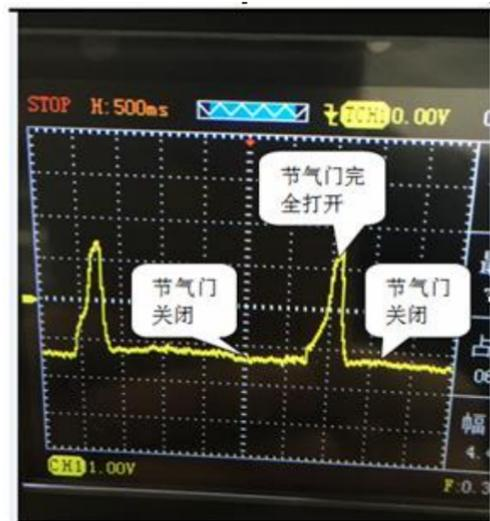

图 8 节气门位置传感器
- ①同曲轴、凸轮轴位置传感器步骤 1
- ②进入主菜单界面后选择“传感器”，然后进入子菜单按上下键选中“节气门位置传感器”，按“OK”键确认后进入示波器操作界面
- ③将探头接到示波器 CH1 且探头调置 1X 档，然后接地夹接到信号地或搭铁
- ④由于示波器“节气门位置传感器”功能已默认好设置（探头档 1X，时基档 500ms）只需将探头接到对应的信号即可直观的显示波形，如图 8（注：由于处于“SCAN”扫描模式需要耐心等待波形扫描出来）
- ⑤按下“CH1”，可以查看各项数值和配置（配置已默认）
- ⑥显示的波形可以自行通过调节时基、垂直伏/格和触发方式实现自己的需求（时基、垂直伏/格和其他的具体操作方法请参考通用示波器操作）